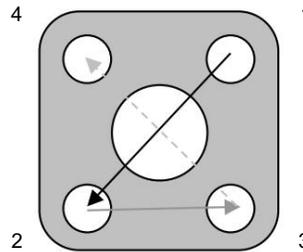

Figura 1
- 3.5 Si utiliza una válvula VRV con brida, verifique que las roscas de los sujetadores estén limpias. A medida que se instalan, los sujetadores deben apretarse uniformemente en incrementos para asegurar una alineación correcta y una compresión uniforme de la junta. Consulte la Figura 1. Como regla general, los incrementos deben apretarse a mano, luego un tercio del torque requerido, luego dos tercios y finalmente el torque completo. Los sujetadores no deben apretarse en un patrón circular o rotatorio, ya que esto puede deformar la junta y provocar un sellado desigual. Se debe usar un patrón entrecruzado o en estrella. Una vez que los sujetadores estén completamente apretados, se puede usar un patrón circular para verificar los torques.